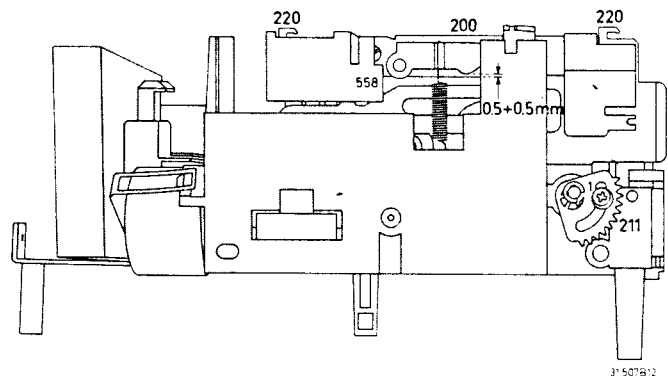

Fig. 2-19
- Sicherungsschraube 1 des Exzenter 211 einige Schläge lösen. Abb. 2-19.